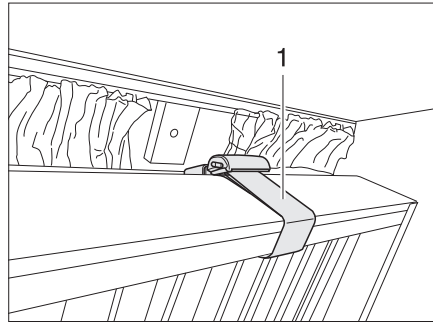

Fig. 62 Lit superposé, rabattable
- ▶ Verrouiller le lit superposé avec la ceinture de sécurité (Fig. 62,1) une fois qu'il est rabattu vers le haut. Risque de blessure!
Les lits superposés peuvent être rabattus vers le haut et sécurisés avec la ceinture de sécurité (Fig. 62,1). La zone sous le lit peut alors être utilisée comme espace de rangement.